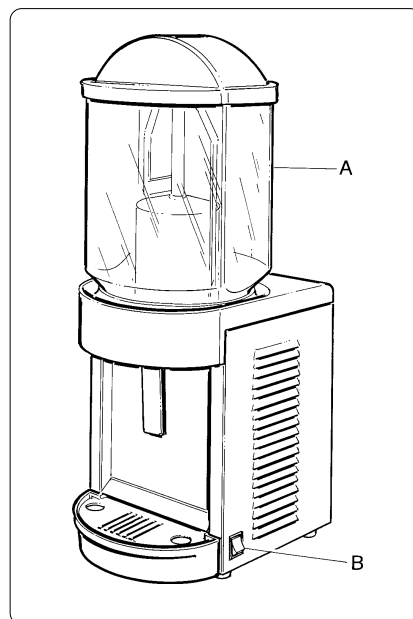

Abb. 1
- Das Produkt die Schale (A) einführen und die Maschine mit dem Schalter (B) einschalten - Abb. 1.